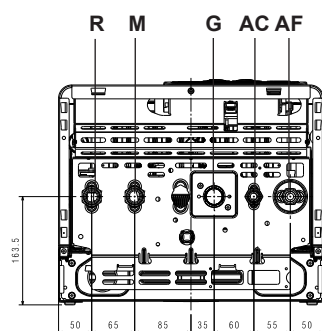

fig. 3.2a
Inverno: ruotando il selettore di funzione (1 - fig. 2.1a) all'interno dell'area divisa in segmenti (fig. 3.1b) la caldaia fornisce acqua calda sanitaria e riscaldamento. In caso di richiesta di calore, la caldaia si accende, il visualizzatore digitale indica la temperatura dell'acqua di riscaldamento, l'icona di funzionamento in riscaldamento e l'icona fiamma (fig. 3.2a). In caso di richiesta di acqua calda sanitaria, il visualizzatore (4) indica la temperatura dell'acqua sanitaria, l'icona di funzionamento in sanitario e l'icona fiamma (fig. 3.3a).